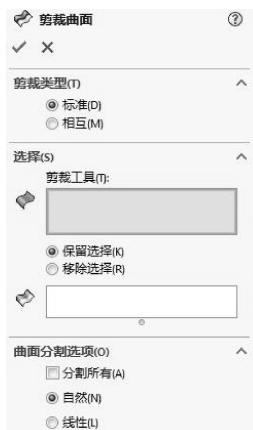

图 4-78 属性面板
- 01 单击【剪裁曲面】按钮 ，打开如图 4-78 所示的【剪裁曲面】属性面板。